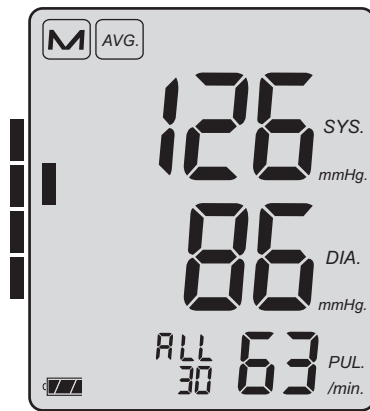

Fig. 8
- ➔ Dopo ogni 30 misurazioni registrate, richiamare il proprio valore medio mediante una breve pressione sul pulsante **M con l'apparecchio spento**. Sarà visualizzato il valore medio di tutti i valori memorizzati (ALL). Premendo nuovamente il tasto M si visualizza il valore medio di tutte le misurazioni tra le 0:00 e le 11:59 (AM), poi il valore medio di tutte le misurazioni tra le 12:00 e le 23:59 (PM). Il numero delle misurazioni contenute nel valore medio è visualizzato in ALL/AM/PM (vedere Fig. 8)
Con la visualizzazione dei valori medi, lungo il margine sinistro dello schermo appare un rettangolo scuro (vedere Fig. 8) corrispondente al valore pressorio medio. Dalla scala corrispondente (vedere Fig. 9) si ricava la valutazione dei propri valori pressori secondo l'Organizzazione Mondiale della Sanità OMS (vedere pag. 136).